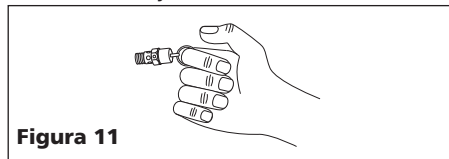

Figura 11
- Hale el anillo de la válvula de seguridad y deje que calce en su posición normal (Vea la Figura 11).